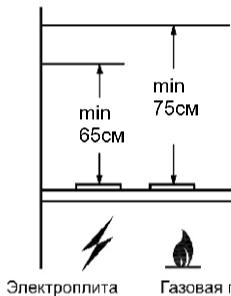

рис. 1
- 1.2 Вытяжку устанавливайте на высоте, как показано на рис. 1.
- 4.7 Установливайте кухонную вытяжку над плитой в соответствии с рис. 1.
- проведите линию установки нижней части вытяжки над плитой (рис. 1);